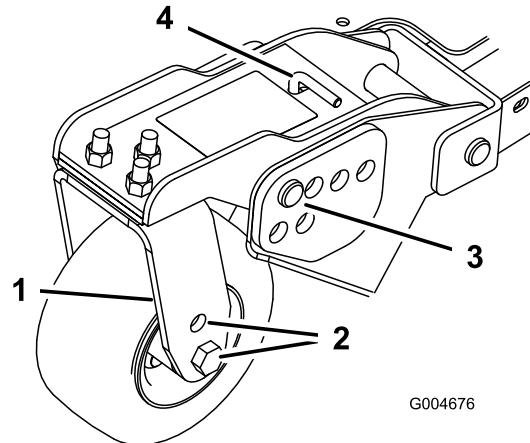

Figura 21
- Rode a barra tensora para levantar ou descer o braço articulado, até os orifícios se encontrarem alinhados com a altura desejada dos orifícios da altura de corte na estrutura da unidade corte (Figura 21 e Figura 22).